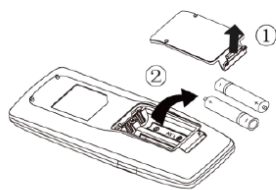

Рис. 1
- (1). Выдвинуть крышку по направлению стрелки (см. рис. 1①).
- (2). Извлечь элементы питания (см. рис. 1②).